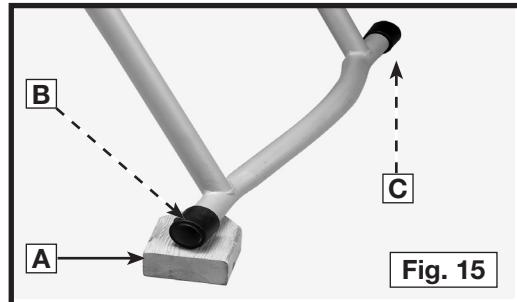

Fig. 15
- Coloque un bloque de madera de 2-1/2" de grosor (A), Fig. 15, debajo de la pata delantera (B) de la base de soporte, de modo que dicha pata delantera esté elevada 2-1/2" por encima del piso.
- Realice esta misma prueba con el bloque de madera debajo de la pata trasera (C), Fig. 15.